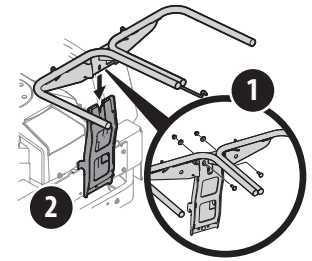

Figure 5
1. Fixez le support du sac à herbe (1) au support vertical (2) avec 2 boulons de carrosserie (710-0276), 2 rondelles à collerette (736-0242) et 2 écrous autobloquants (712-04063) du kit de quincaillerie (689-02200). Voir Figure 5.